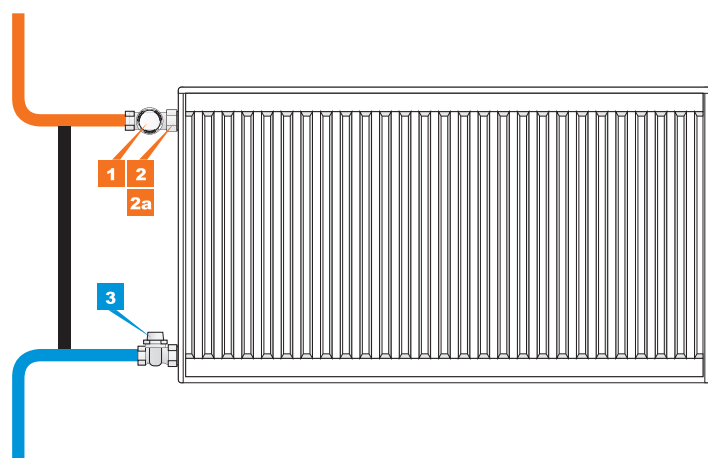

Рис. 2. Боковое одностороннее подключение радиатора
**Примечание:** при использовании радиаторов «PRADO Universal» в классической схеме подключения к отопительной системе, руководствуйтесь схемами на рис. 2 - 7 (стр. 8-9).